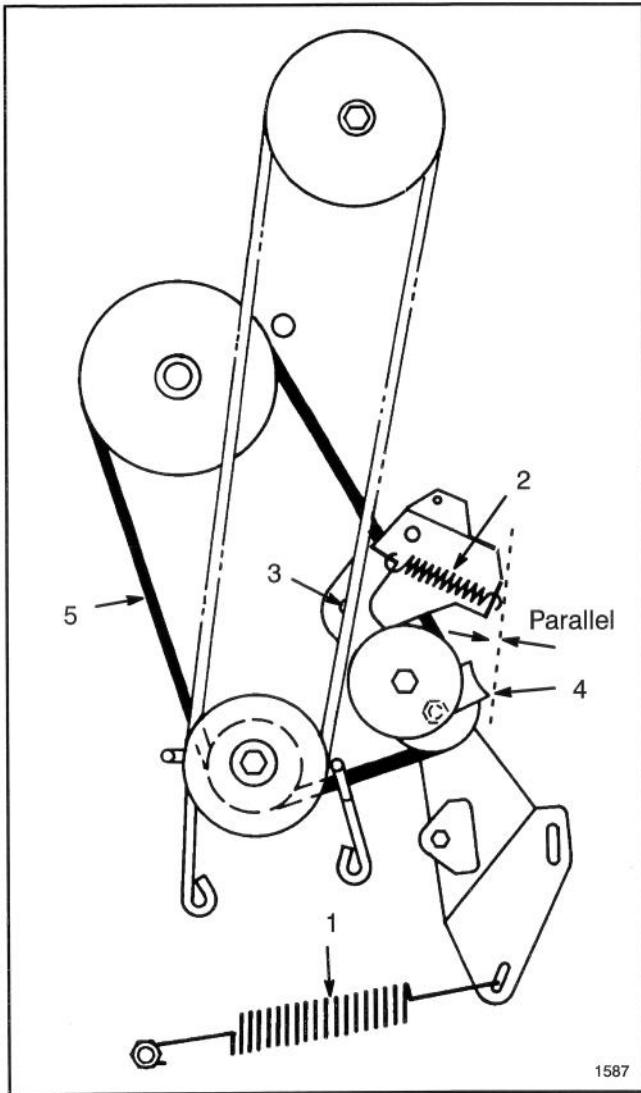

Abbildung 21
7. Die große Traktionsfeder von der Montageschraube loshaken (Abb. 21). Beim Entfernen der Feder vorsichtig sein, weil sie unter starker Spannung steht.
8. Die Leitradfeder vom Leitradbügel loshaken (Abb. 21).
9. Sicherungsmutter und Unterlegscheibe entfernen, mit denen der Leitradbügel am Rahmen befestigt ist, und den Bügel entfernen (Abb. 21).
10. Die Sicherungsmutter an der Scheibe lösen, bis die Riemenführung entfernt werden kann (Abb. 21). Den Riemen von allen Scheiben entfernen.
**Hinweis:** Bei Installation der Riemenführung an der Leitradscheibe darauf achten, daß die Kante der Riemenführung parallel zum Rahmen liegt, siehe Abbildung 21.